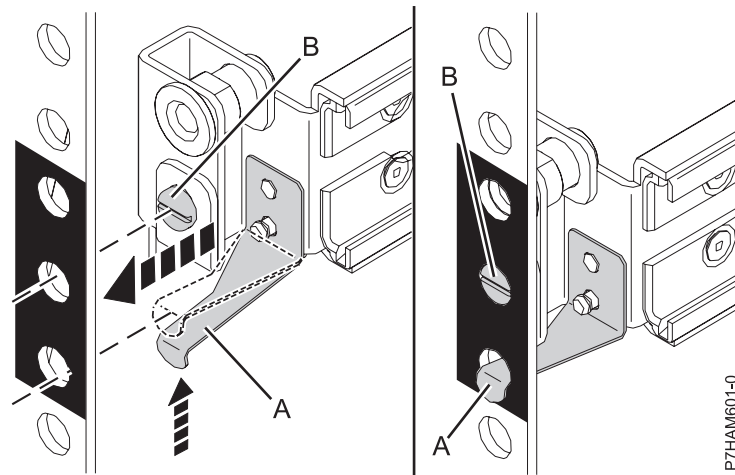

Figure 9. Fixation de la glissière à l'avant de l'armoire
- La patte de fixation (A) est du côté avant de l'armoire, alignée sur le trou inférieur de la bande EIA que vous avez marqué précédemment, comme indiqué à la figure 9, à la page 11.
- c. Soulevez la patte de fixation (A) et insérez-la dans le trou inférieur de la bande EIA que vous avez marqué, comme indiqué à la figure 9. Vérifiez que l'ergot de la patte de fixation est entièrement engagé dans le trou, et qu'il s'appuie fermement sur son bord inférieur. Insérez la vis d'alignement (B) dans le trou intermédiaire de la bande EIA, marqué précédemment.